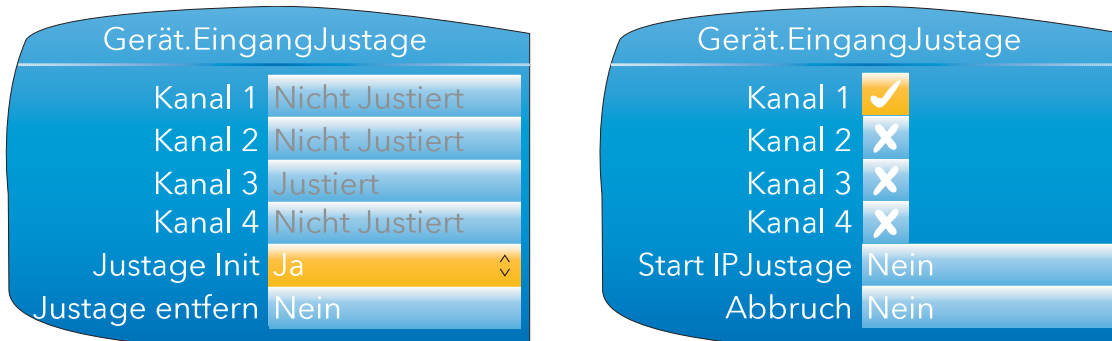

Abbildung 71: Kanal Justage Vorgang (1)
1. Wie Sie in Abbildung 71 sehen, markieren Sie das Feld „Justage Init“ und betätigen Sie die Parameter Taste, um in den Bearbeitungsmodus zu gelangen. Mithilfe der Mehr/Weniger Tasten wählen Sie „Ja“. Ändern Sie mit der Parameter Taste das Kreuz bei Kanal 1 in ein Häkchen („Check-Mark“). Auf die gleiche Weise können Sie andere Kanäle auswählen, die angepasst werden sollen.